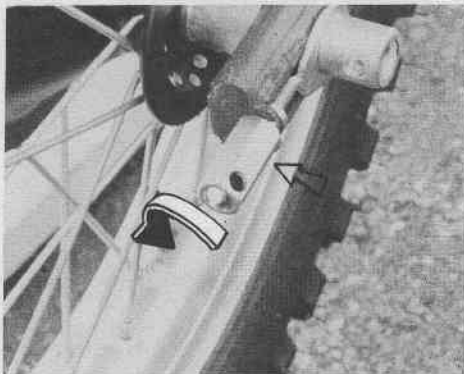

Fig. 27 - Tendeur chaîne droite
- Dévisser les écrous de la roue et relâcher les tendeurs (Fig. 27).